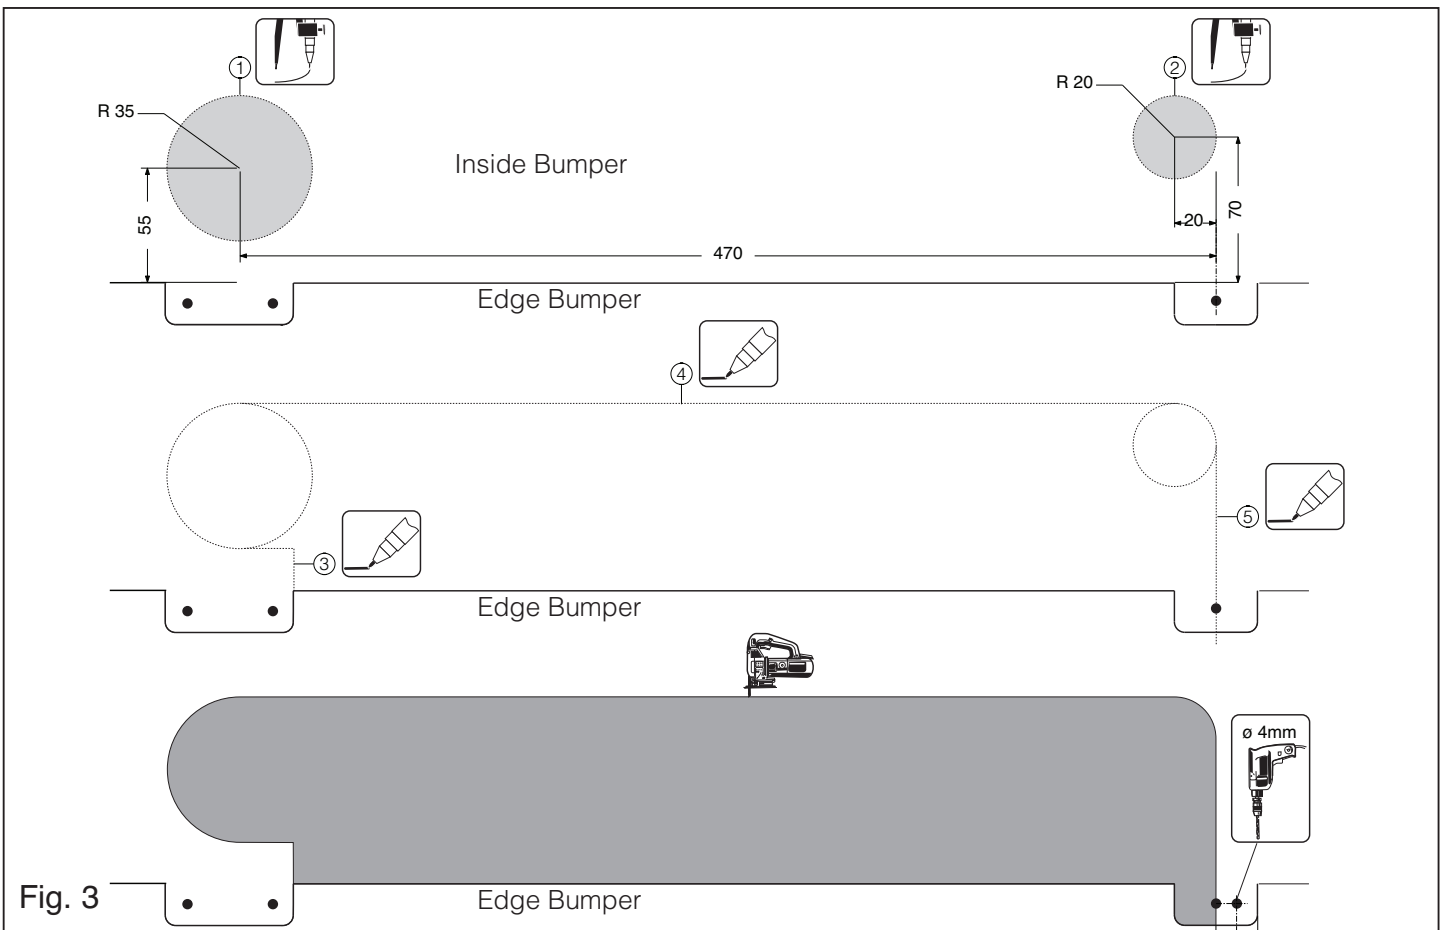
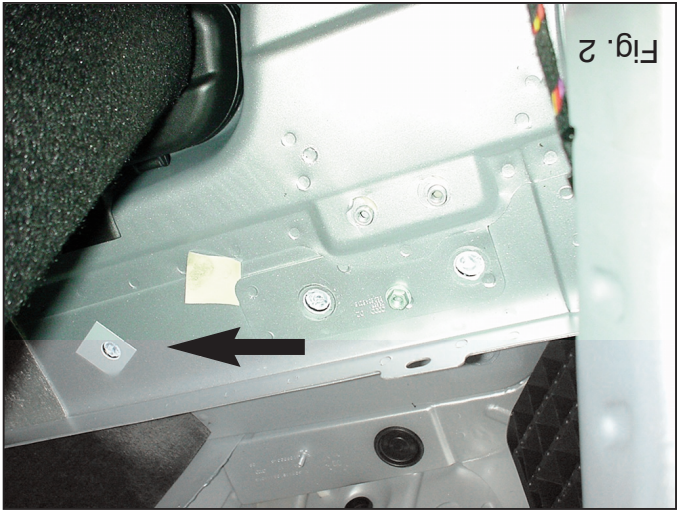

Fig. 3
Fig. 2
1. Verwijder de bekleding van de bodemvloer. Verwijder het kunststof-achterpaneel en neem het linker en rechter zijpaneel gedeeltelijk los, zodat de bevestigingspunten bereikbaar zijn. Verwijder de stickers uit de kofferbakbodem t.p.v. de bevestigingspunten. (zie fig. 2.) Demonteer de bumper en maak het hitteschild en de laatste uitlaatophanging los. Zaag een deel overeenkomstig figuur 3 in het midden aan de onderzijde uit de bumper. Zaag overeenkomstig figuur 4 de aangegeven delen af.
1. Remove the bootmat. Remove the plastic back panel and detach the left and right side panels to access the points of attachment. Remove the stickers from the fitting points in the base of the luggage compartment (see fig. 2). Remove the bumper and loosen the heat shield and the last exhaust suspension. Saw a section out of the middle of the underside of the bumper as shown in fig. 3. Saw out the indicated sections from figure 4.
1. Die Fußbodenverkleidung entfernen. Die Kunststoff-Rückwand entfernen und die linke und rechte Seitenwand teilweise lösen, so dass die Befestigungspunkte erreichbar sind. Die Aufkleber auf dem Boden des Kofferraums bei den Befestigungspunkten entfernen (siehe Abb. 2). Die Stoßstange demontieren und das Hitzeschild sowie die letzte Auspuffaufhängung los machen. Auf der Unterseite der Stoßstange einen Teil aus der Mitte gemäß Abbildung 3 herausschneiden. Gemäß Abb. 4 die angegebenen Teile abschneiden.
1. Z podlogi należy wykluzić. Usunąć tylny panel wykonany z tworzywa sztucznego i poluzować prawy i lewy panel, tak by punkty montażowe były dostępne. Usunąć naklepkę z dna bagażnika w punkcie montażowym (patrz rys. 2). Zdemontować zderzak i zluźnić ostatecznie termiczną osłonę wieszaka rury wylotowej. Wyłowić zgodnie z rysunkiem 3 odcinek w środkowej części od
1. Déposer le revêtement du plancher du fond. Enlever le panneau arrière en plastique et détacher partiellement le panneau latéral à gauche et à droite afin d'accéder aux points de fixation. Enlever les autocollants du fond du coffre à l'emplacement des points de fixation (voir fig. 2). Démonter le pare-chocs et détacher le bouclier thermique ainsi que la dernière attache de l'échappement. Scier au centre de la partie inférieure du pare-chocs une partie correspondant à la figure 3. Découper les parties indiquées conformément à la figure 4.
1. Rimuovere il rivestimento dal fondo del bagagliaio. Rimuovere il pannello posteriore in plastica e staccare parzialmente i pannelli destro e sinistro, in modo da rendere accessibili i punti di fissaggio. Rimuovere gli adesivi dal fondo del bagagliaio a livello dei punti di fissaggio. (Vedi fig. 2) Smontare il paraurti e staccare lo scudo termico e l'ammortizzatore più esterno del tubo di scarico. Segare via la parte indicata in figura 3 dalla parte centrale inferiore del paraurti. Segare via le parti indicate in figura 4.
1. Avlägsna beklädnaden från golvplåten. Avlägsna bakpanelen av plast och lossa den högra och vänstra sidopanelen delvis, så att monteringspunkterna blir åtkomliga. Avlägsna klisterlapparna från monteringspunkterna i bagageutrymmets golv. (se fig. 2 Demontera stötfångaren och lossa värmeskölden och avgasrörets bakersta fäste. Såga ut en del ur mitten av stötfångarens undersida enligt figur 3. Såga ut de angivna delarna från figur 4.